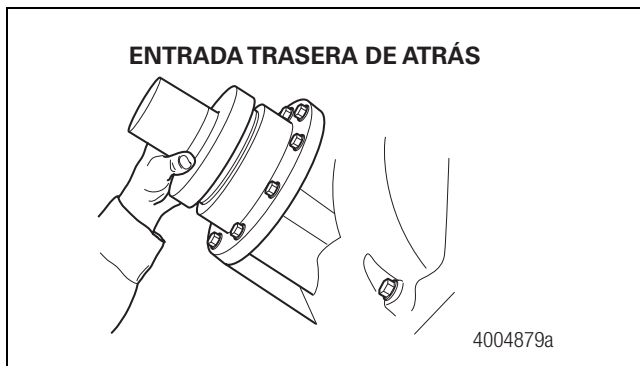

Figura 5.105
8. Instale el sello de entrada del eje trasero de atrás. Sujete el sello únicamente por el diámetro exterior. Coloque el sello en el impulsor de sello y alinéelo con la jaula de cojinete de entrada del eje trasero de atrás. Use un martillo de golpe amortiguado y el impulsor adecuado para instalar el sello en la jaula del cojinete. Figura 5.105.